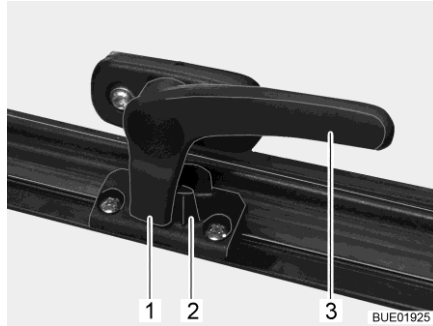

Bild 16 Låsarm i läget "stängd"
- Sväng låsarmen (Bild 16,3) ett kvarts varv mot fönstrets mitt.
- Sväng låsarmen (Bild 16,3) ett kvarts varv mot fönsterkarmen. Låsspaken (Bild 16,1) är placerad på insidan av fönsterlåset (Bild 16,2).
- I läget "helt stängt" (Bild 16).